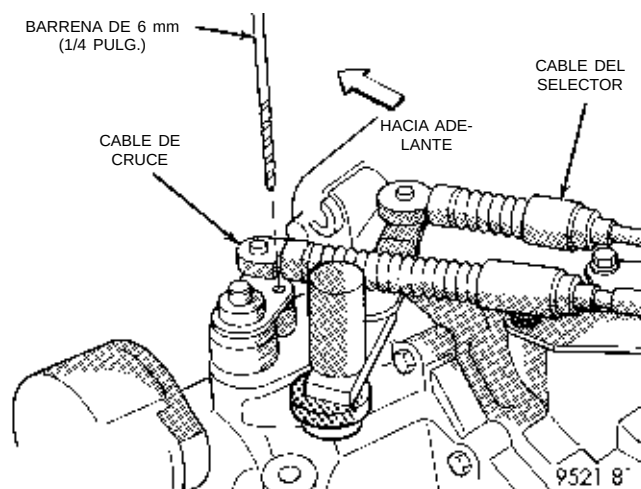

Fig. 140 Procedimiento de bloqueo de la palanca de cruce
- (3) Bloquee la palanca de cruce del transeje en la posición de punto muerto de 3-4 mediante una barrena de 6 mm (1/4 pulg.). Alinee el orificio de la palanca de cruce con el del tope de la caja del transeje (Fig. 140). Asegúrese de que la barrena entra en la caja del transeje al menos unos 13 mm (1/2 pulg.).